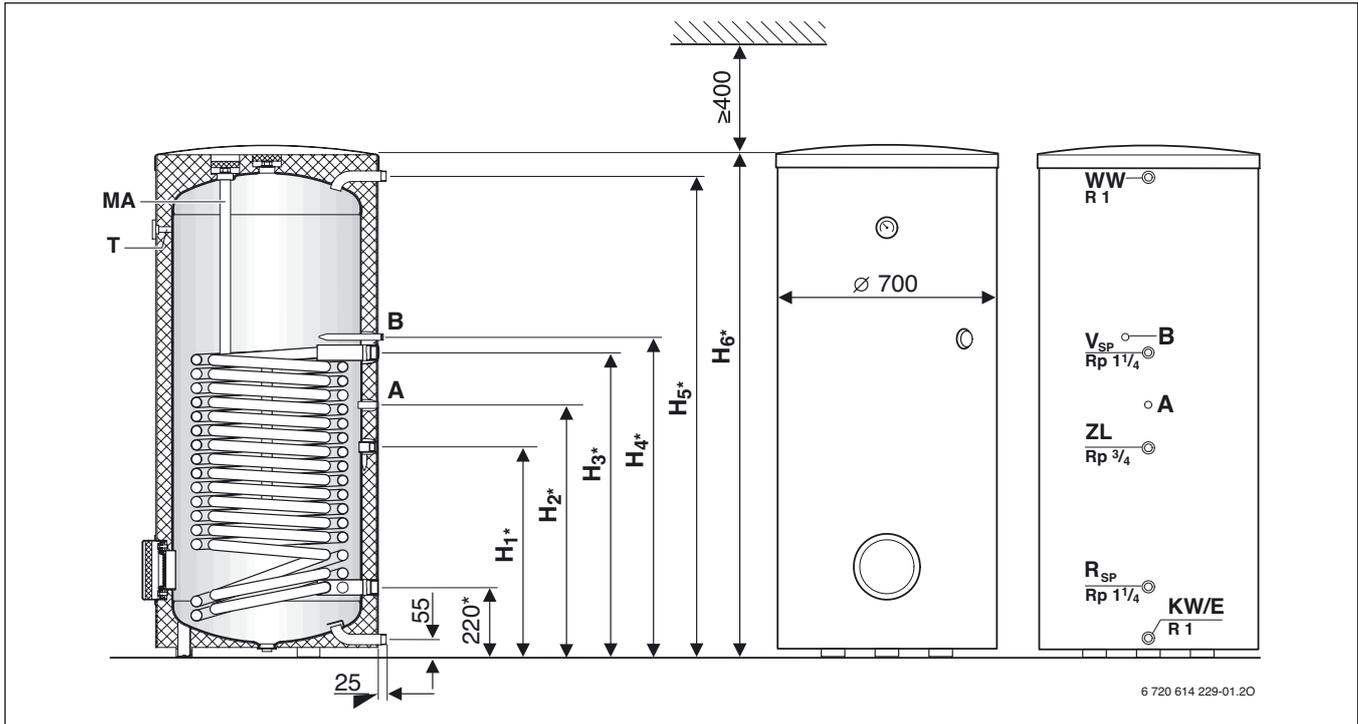

Рисунок 1
- Выравнить бак вертикально при помощи установочных ножек (→ рисунок 1 на странице 4).